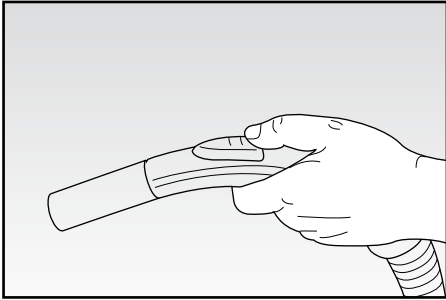

Fig. 5
La valvola dell'aria secondaria (R) si trova sull'impugnatura e viene utilizzata per regolare la forza d'aspirazione (FIG. 5).